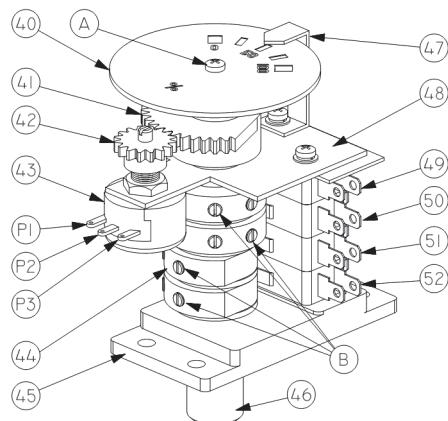

Рис. 2 Индикатор положения затвора арматуры
Электропривод состоит из следующих узлов и деталей (рис.1): электродвигателя (1); силового редуктора, в состав которого входит: червячный редуктор (11, 16), червячный редуктор маховика ручного дублера (13,19) и планетарная передача (18); двухсторонней муфты ограничения крутящего момента (моментной муфты) (4); ограничителя хода выходного вала (6); индикатора положения затвора арматуры (40, 47) (рис.2); выходного вала (15); механических упоров открытия и закрытия (9,10); клеммной колодки контактных соединений (23) и корпусных деталей.
Вращение электродвигателя (1) через прямозубую цилиндрическую шестерню (2) передается на червячный редуктор (11, 16), который соединен через планетарную передачу (18) с муфтой сцепления (20). Вращение муфты сцепления обеспечивает вращательное движение выходного вала (15). Выходной вал электропривода механически связан с индикатором положения затвора арматуры (40, 47) (рис.2) и ограничителем хода
Ограничитель хода выходного вала (6) механически связан с выходным валом (15). При достижении ограничителем хода выходного вала заданных параметров микровыключатели (49,50,51,52) (рис.2) отключают электропитание электродвигателя.
Индикатор положения затвора арматуры (40,47) (рис. 2) механически связан с валом ограничителя хода выходного вала. После надлежащей настройки указания индикатора соответствуют определенным положениям затвора арматуры независимо от режима работы электропривода – ручного или электрического.